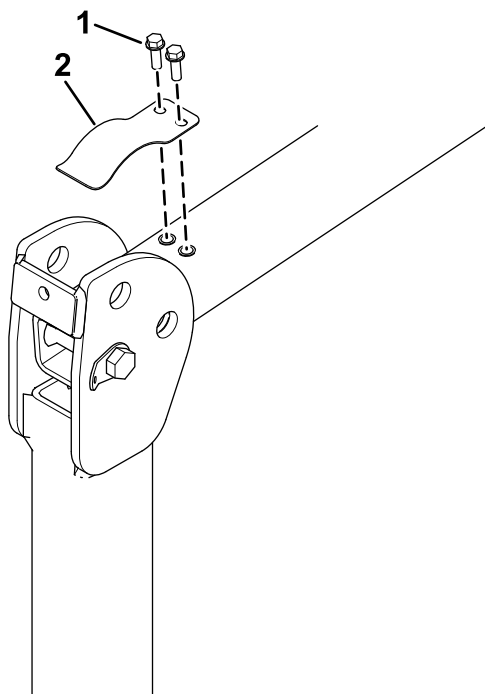

图 15
1. ロールバーを下げた状態で、ロールバーの両側からガタつき防止用のリーフスプリング (図 15) を取り外す。